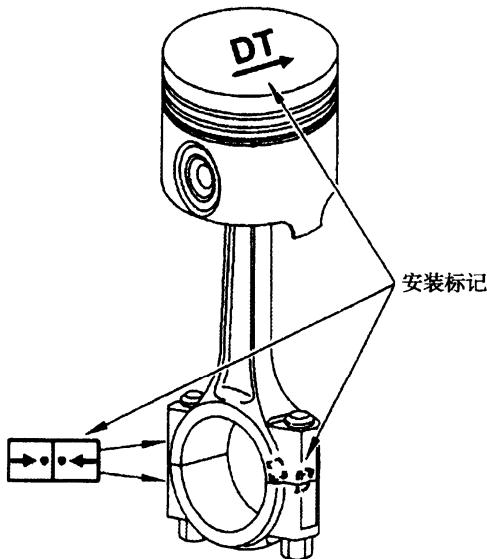

图 2-4-9 活塞连杆方向
(4) 保证活塞、连杆对准图 2-4-9 所示安装标记方向，“DT”应指向正时齿轮。
(5) 用工具底座 1、活塞销拆装工具 2 和活塞销拆装卡盘 4，将活塞销推入到新活塞